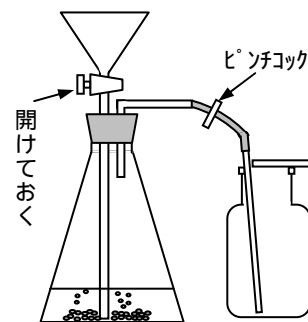

図41 活栓付きロートの使い方
- (イ) ロートの先は気体がロートの部分から漏れないようにするため、液の下方まで差し込んでおく。(図41)